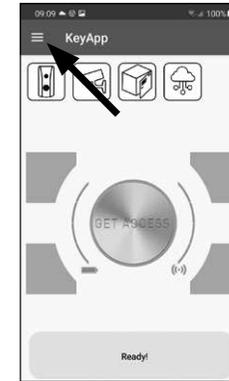

Abb. 88
- 1 Öffnen Sie das Hauptmenü (Abb. 88).